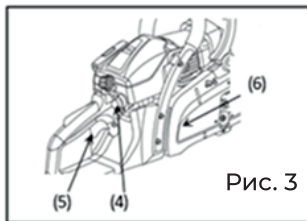

Рис. 3
Несколько раз нажмите на праймер (4) (ручной насос для подкачки топлива Рис. 3).